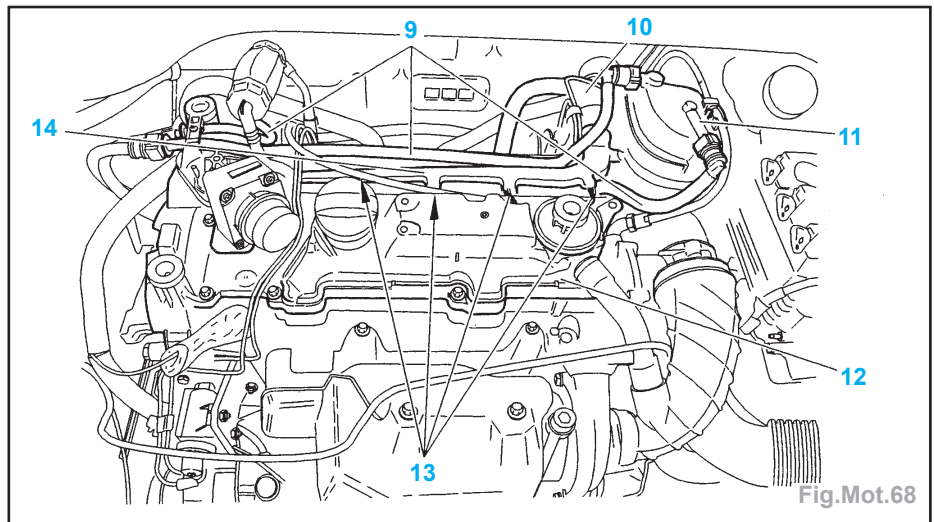

Fig.Mot.68
- les raccords encliquetables sur le filtre à gazole (3) et (2),
- Déposer (Fig.Mot.68) :
- le filtre à gazole (11),
- le circuit carburant (9).
- les portes injecteurs diesel (13),
- le connecteur (10),
- le faisceau d'alimentation injection (14),